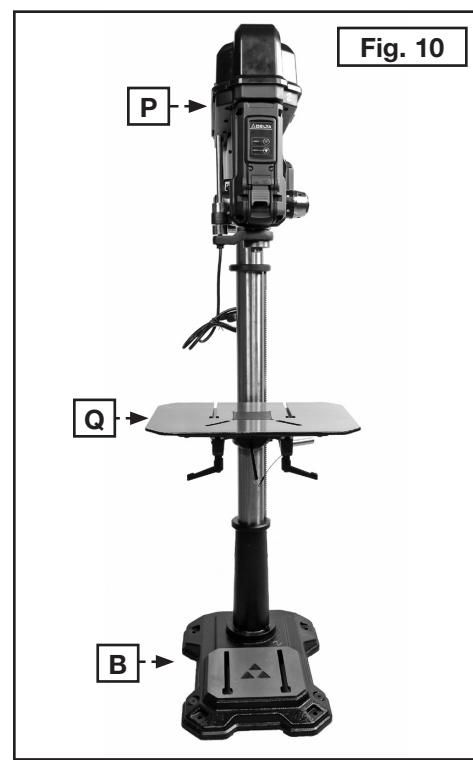

Fig. 10
- Alinee el cabezal (P) Fig. 10 con la mesa (Q) y la base (B).